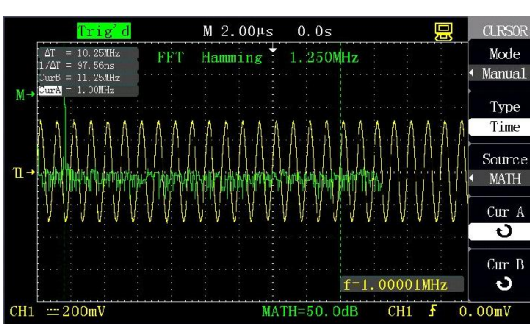

Figura 2-21 Medição do cursor da frequência do espectro
- O valor de CurA na tela é a frequência do ponto mais alto do espectro FFT e a frequência será igual a frequência do sinal de entrada, como mostrado na figura 2-21.